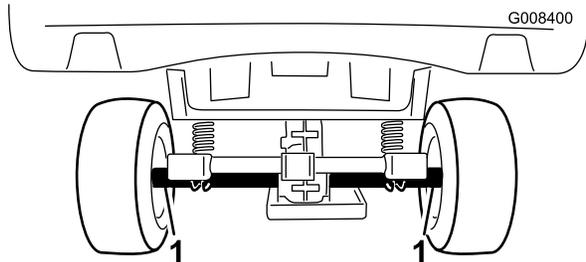
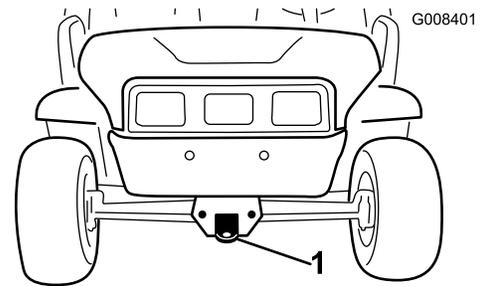

Figure 17
Figure 18
Utilisez une remorque pour transporter le véhicule sur de longues distances. Le véhicule doit être solidement arrimé sur la remorque. L'emplacement des points d'attache est indiqué à la Figure 17 et Figure 18.
2. Accrochez un câble de remorquage à la flèche d'attelage à l'avant du châssis (Figure 18).